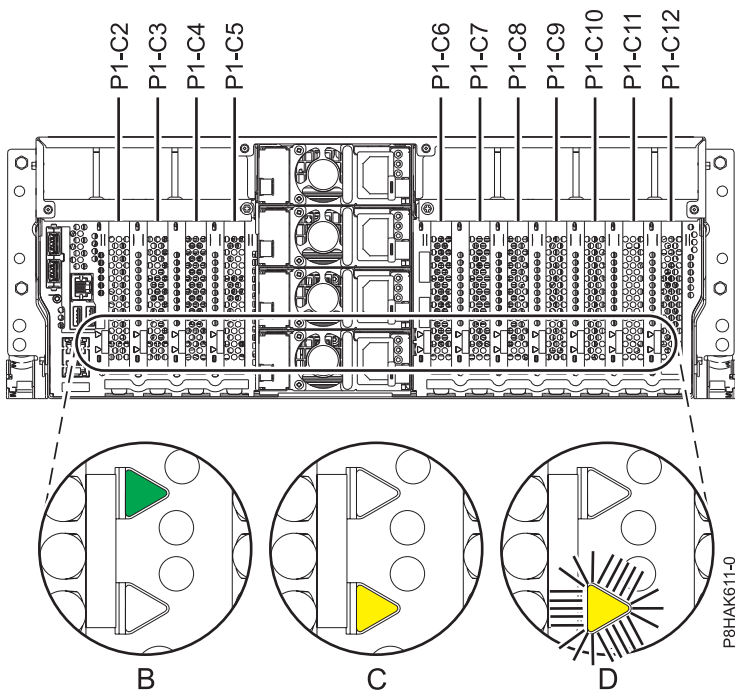
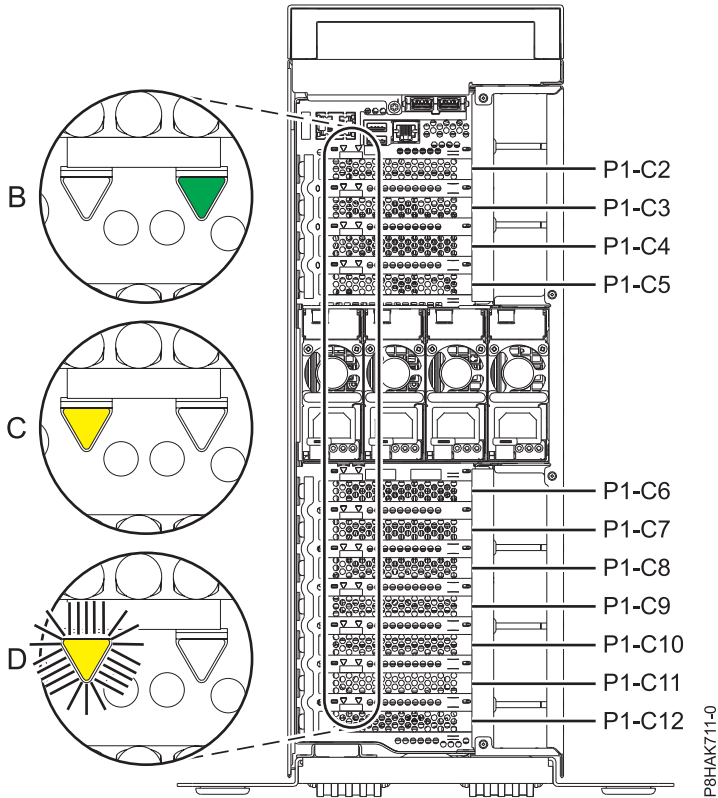

Figure 56. Emplacements des cartes PCIe et emplacements des voyants sur un système monté en armoire
Figure 57. Emplacements des cartes PCIe et emplacements des voyants sur un système 8286-41A autonome
1. Familiarisez-vous avec les emplacements de carte PCIe et les voyants d'activité pour la carte PCIe sur laquelle vous souhaitez exécuter des tâches de maintenance. Les cartes PCIe sont installées à l'arrière du système. La figure 56, à la page 62 et la figure 57, à la page 62 illustrent les emplacements des cartes PCIe sur un système et les emplacements des voyants pour la carte PCIe.